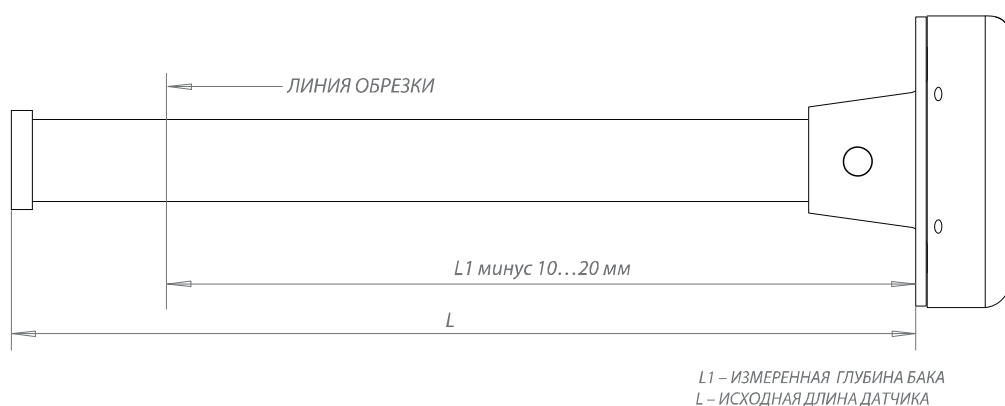

Рис.5. Обрезка измерительной части TKLS-Air
3. Отрезать измерительную трубку нужной длины так, чтобы линия среза была перпендикулярна продольной оси датчика (Рис.5).